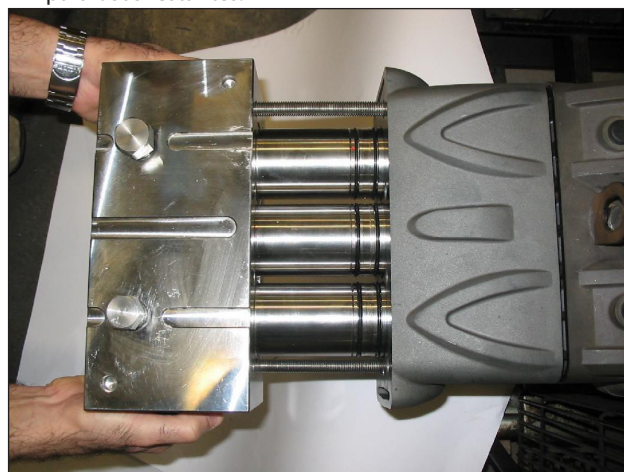
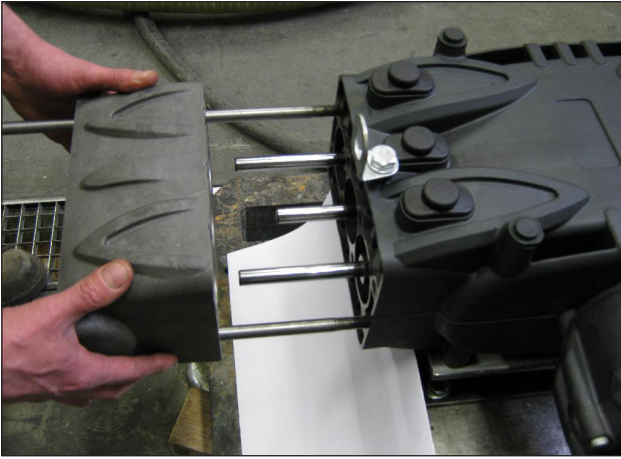

Fig. 37
Fig. 38
- Separe o cabeçote e o espaçador para camisas do carter da bomba, conforme indicado nas Fig. 37 e Fig. 38.
- Separe o cabeçote e o espaçador para camisas do carter da bomba, conforme indicado no parág. 2.2.1 Fig. 37 e Fig. 38.